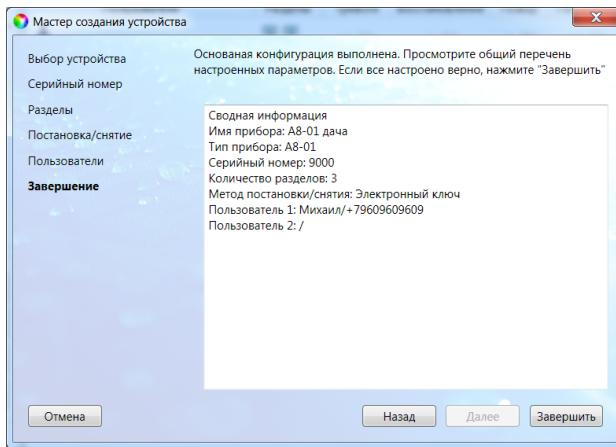

Рис. 5.14. Окно Завершение
13. В следующем окне *Завершение* отображаются указанные параметры (рис. 5.14). Для завершения нажмите кнопку *Завершить*. Для того чтобы вернуться назад и изменить параметры, нажимайте кнопку *Назад*.